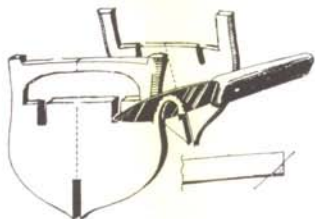

Fig. 23 — Rastrematura delle ordinate per ottenere l'angolo di quartabuono. Il sistema è empirico ma molto efficace.
Prima di incollare le ordinate sulla chiglia occorre rastremarle lungo il loro perimetro (1) per permettere poi una maggiore aderenza del fasciame. Tale *rastrematura* può essere fatta come mostra la fig. 23 asportando con un trincetto, un temperino od un tagliabalsa lo spigolo prua dal contorno delle ordinate poste *davanti* a quella centrale (maestra) e